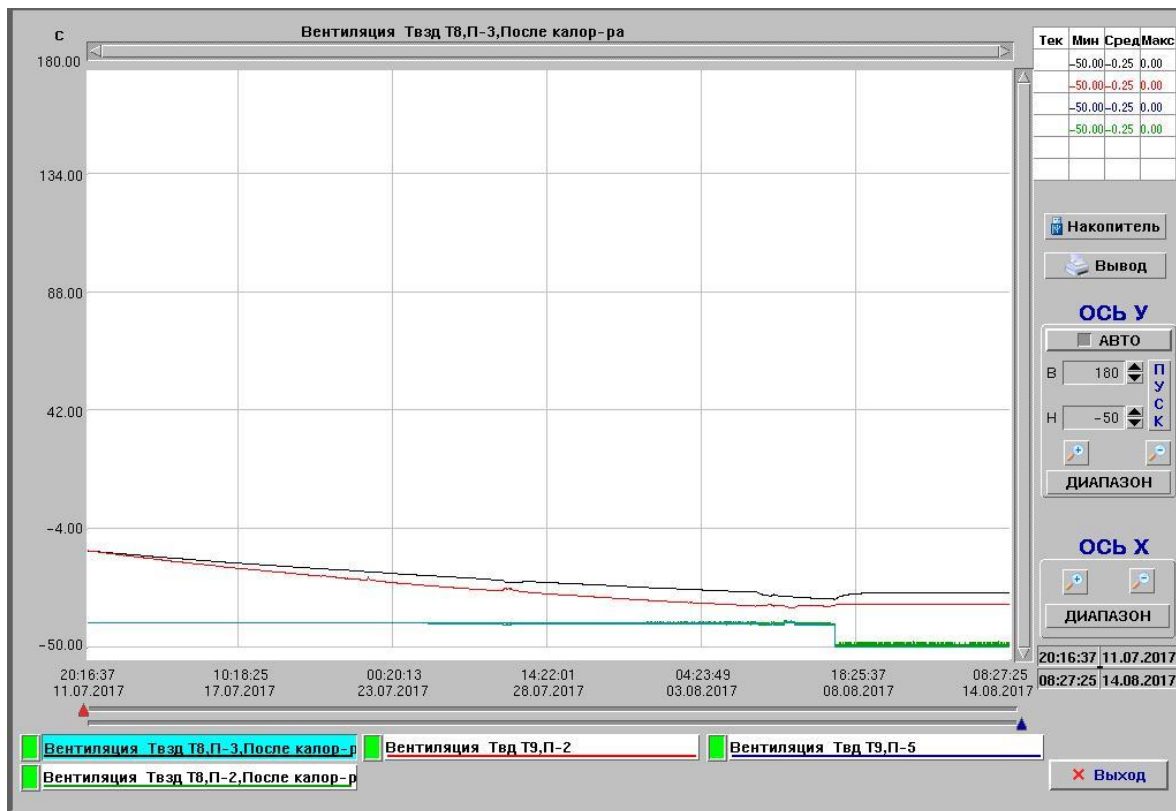

Рисунок 8 - Окно с графиками параметров
7.9.3 После выбора параметров и задания интервала времени необходимо нажать «мышью» кнопку «**Отобразить**». В результате возникнет окно отображения графиков (пример, см. рис. 8). При чтении данных из БД кнопка «**Отобразить**» исчезает, а полоса индикации прогресса показывает процент прочитанных значений. При необходимости, чтение можно отменить кнопкой «**Отмена**» или прервать кнопкой «**Стоп**». В последнем случае график будет построен по считанным значениям.